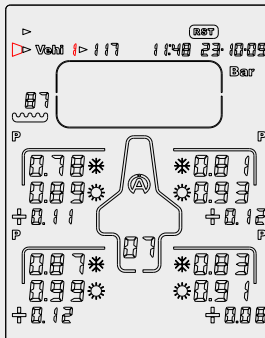

Figure 15
- 2) Avec le bouton  ou  , sélectionnez l'icône « **Vehi** » (figure 15)
- 3) Avec le bouton  ou  , sélectionnez le véhicule désiré (figure 15)